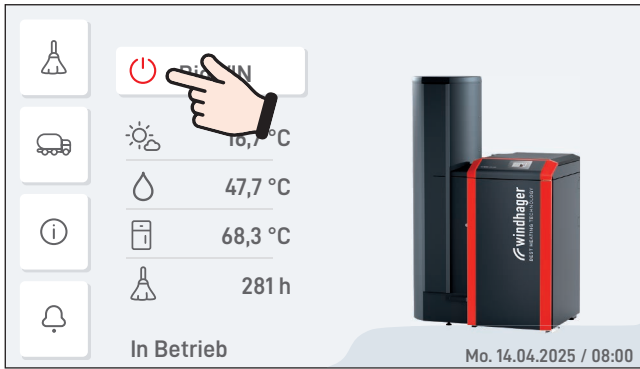

Fig. 63 Pelletskessel ausschalten (z.B. BioWIN2 DELUXE)
- ▶ Kessel mittels EIN/AUS-Taste am InfoWIN Touch ausschalten (Fig. 63 – siehe auch Bedienungsanleitung InfoWIN Touch) und warten, bis die Anzeige erloschen ist (ca. 20 min).